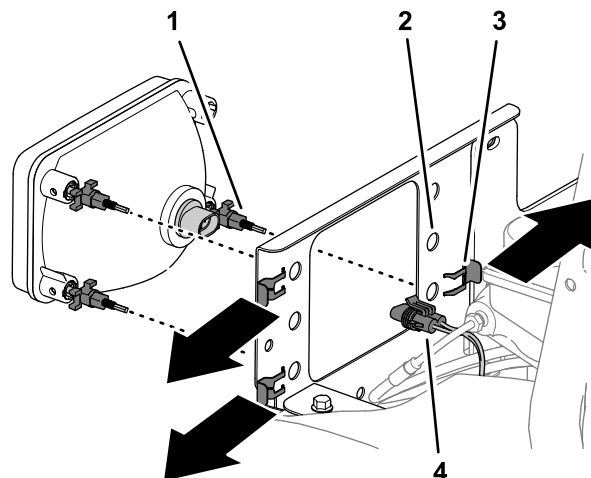

Figura 43
1. Îndepărtați conectorul cu 2 mufe al fasciculului de cabluri al mainii de la conectorul cu 2 pini din spatele farului (Figura 43).
2. Îndepărtați cele 3 clemă de la cele 3 piulițe de reglare a farului și îndepărtați farul din consola acestuia (Figura 43).
5. Aliniază cele 3 piulițe de reglare a farului prin orificiile din suportul de montare a farului și fixai piulițele cu clemele (Figura 43) pe care le-ai îndepărtat la pasul 2.